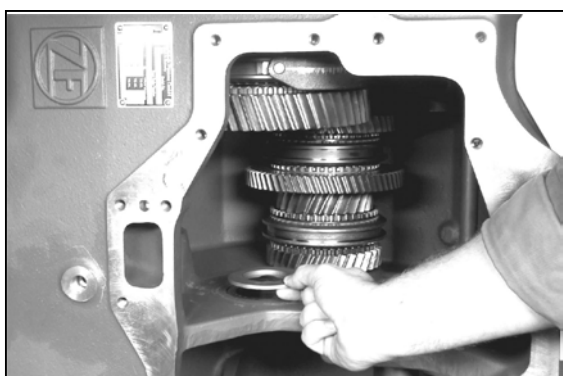

Figure 72
1. Le couple de roulement n'est pas atteint et il n'y a pas de jeu axial entre les composants : mettre en place une cale plus mince (figure 72).
2. Le couple de roulement est bon, mais le jeu axial est trop important : mettre en place une cale plus épaisse (figure 72).